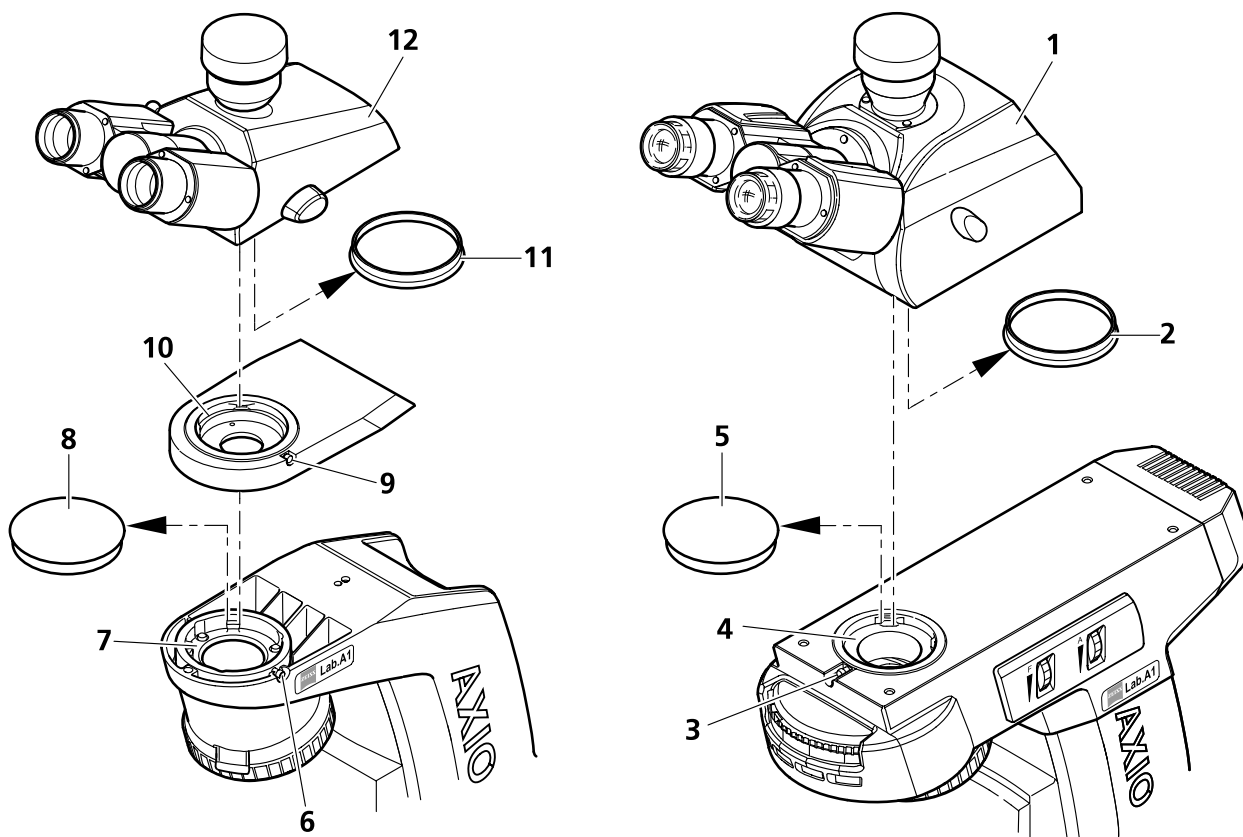

Bild 3-5 Binokularen Tubus ansetzen
- Innensechskantschraube (Bild 3-5/3) mit Inbusschraubendreher SW 3 lockern. Staubschutzkappen (Bild 3-5/2, 5) von der Tubusunterseite und der stativseitigen Ringschwalbenaufnahme abnehmen.
- Den binokularen Tubus/Fototubus (Bild 3-5/1) schräg halten, mit der Ringschwalbe in die Stativaufnahme (Bild 3-5/4) einsetzen und in waagerechter Lage andrücken. Den binokularen Tubus in die gewünschte Beobachtungsstellung drehen und die Innensechskantschraube mit Kugelpopf-Schraubendreher wieder anziehen.
- Innensechskantschraube (Bild 3-5/6) mit Inbusschraubendreher SW 3 lockern. Staubschutzkappen (Bild 3-5/8, 11) von der Tubusunterseite und der stativseitigen Ringschwalbenaufnahme abnehmen.
- Zwischenplatte (Bild 3-5/10) mit deren Ringschwalbe in die Stativaufnahme (Bild 3-5/7) einsetzen, ausrichten und Innensechskantschraube (Bild 3-5/6) festziehen.
- Den binokularen Tubus/Fototubus (Bild 3-5/12) in die Zwischenplatte einsetzen, ausrichten und die Innensechskantschraube (Bild 3-5/9) mit Kugelpopf-Schraubendreher festziehen.